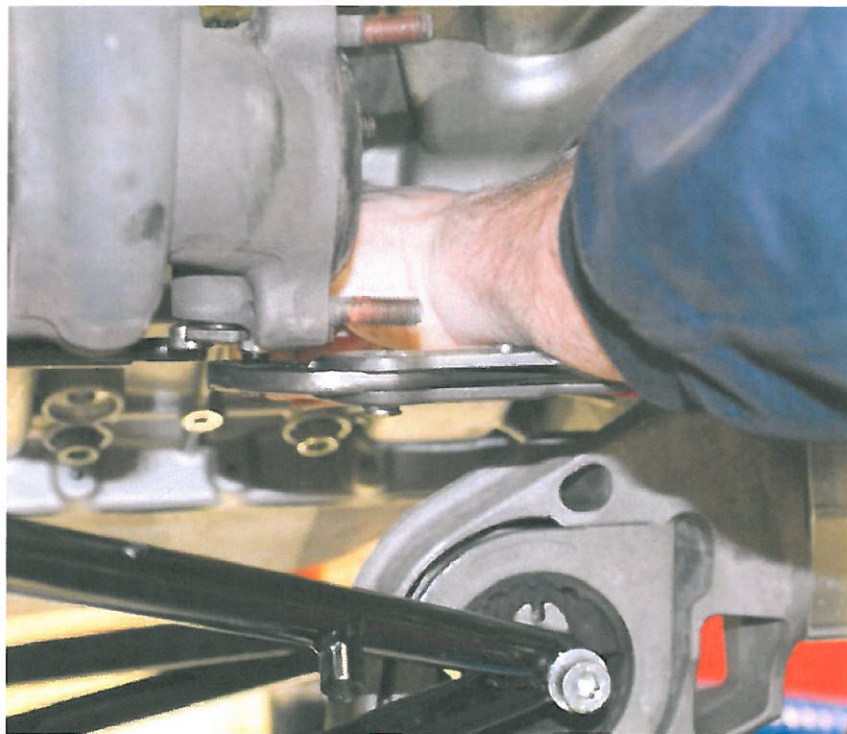

Bild 3 Den Stift abdrehen
6. Den Stift vom Wastegatehebel abdrehen. Dabei den Wastegatehebel mit dem Gegenhalter in Position halten. Zum Abdrehen des Stifts eine Wasserpumpenzange oder eine Gripzange verwenden. Siehe Bild 3.